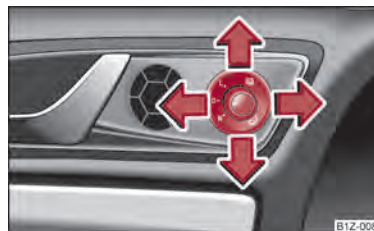

Fig. 41 Interiorul ușii: Buton rotativ
- Aduceți butonul rotativ în poziția ☀ ⇒ fig. 41.
La autovehiculele cu memorie pentru scaunul șoferului, suprafața oglinzii basculează puțin în jos la selectarea treptei marșarier, când butonul rotativ se află în poziția R → fig. 41. Astfel în timpul parcurii este asigurată vizibilitatea spre bordură.
- Dacă oglinzile au fost pliate de la butonul rotativ → fig. 41, acestea pot fi aduse la poziția inițială numai de la butonul rotativ.